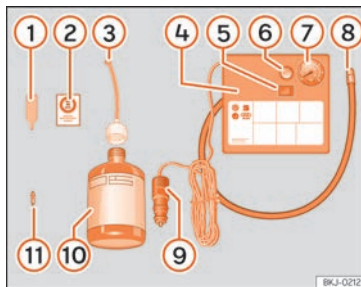

Abb. 195 Prinzipdarstellung: Bestandteile des Pannensets
Das Pannenset befindet sich im Gepäckraum unter dem Bodenbelag. Es besteht aus folgenden Bestandteilen >>> **(Abb. 195):**
- Ventilkappe und Ventileinsatz vom Reifenventil abschrauben. Verwenden Sie den Ventileinsatzdreher >>> **(Abb. 195)** ① zum Heraus-
» » **(Abb. 195) 10.**
- Einfüllschlauch » » **(Abb. 195) 3** auf die Reifenfüllflasche schrauben. Die Folie am Verschluss wird automatisch durchstoßen.
- Verschlussstopfen vom Einfüllschlauch » » **(Abb. 195) 3** entfernen und das offene Schlauchende auf das Reifenventil schrauben.
- Ventileinsatz mit dem Ventileinsatzdreher » » **(Abb. 195) 1** wieder in das Reifenventil schrauben.
- Reifenfüllschlauch » » **(Abb. 195) 8** des Luftkompressors fest auf das Reifenventil schrauben.
- Prüfen, ob die Luftablassschraube » » **(Abb. 195) 6** zuge dreht ist.
- Kabelstecker » » **(Abb. 195) 9** in eine 12-Volt-Steckdose des Fahrzeugs stecken » » **S. 183.**
- Luftkompressor mit dem EIN-/AUS-Schalter » » **(Abb. 195) 5** einschalten.
- Kleben Sie den Aufkleber » » **(Abb. 195) 2** im Sichtfeld des Fahrers auf das Kombi-Instrument.
Schließen Sie den Reifenfüllschlauch » » **(Abb. 195) 8** wieder an und lesen Sie den Reifenfülldruck an der Reifenfülldruckanzeige **7** ab.